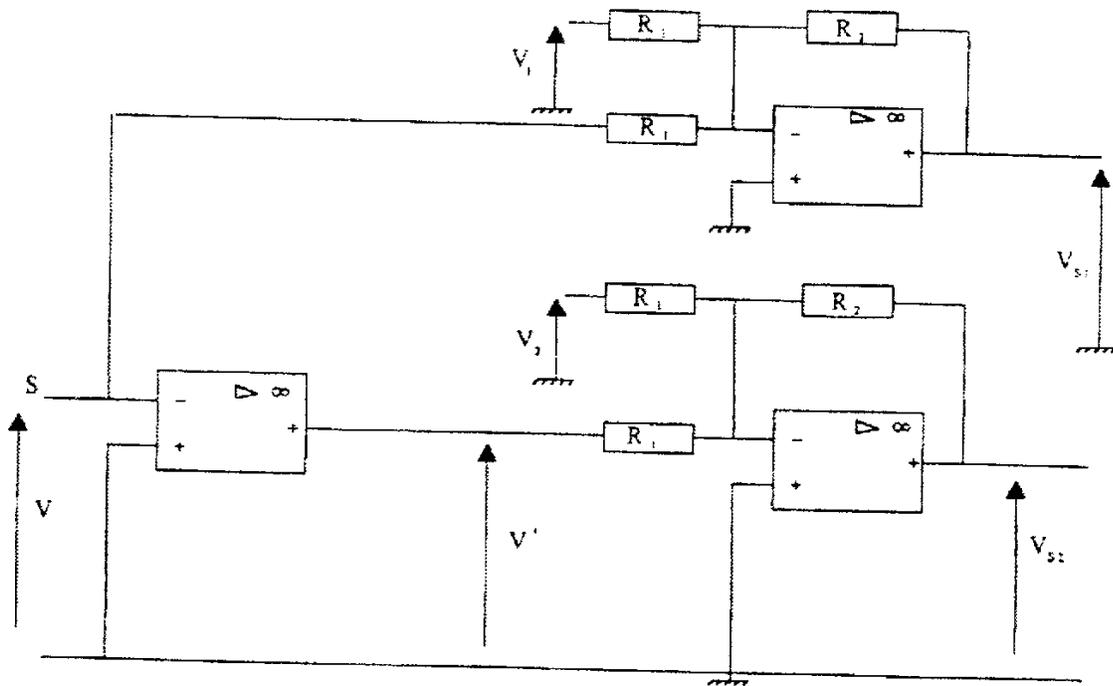

Figure 6
**II. Génération des signaux de commande (figure 6)**